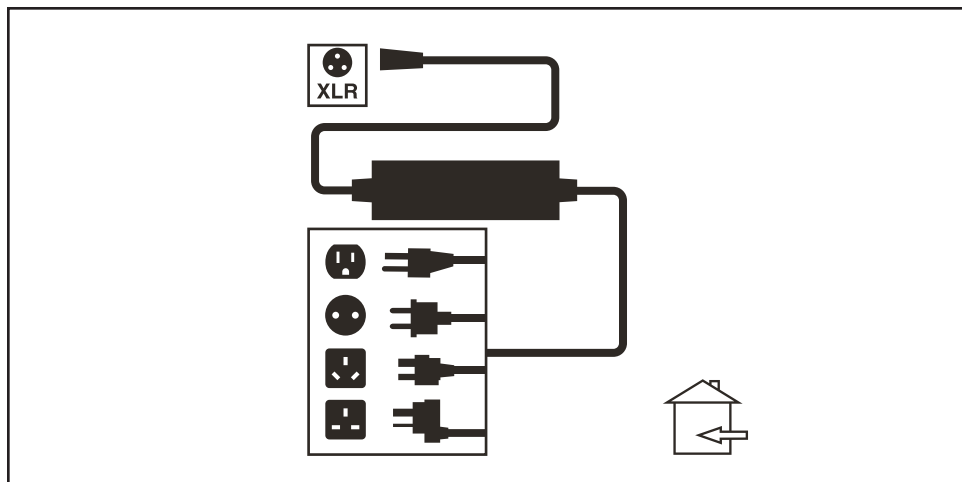

Figura 16. Caricamento della batteria
3. Collegare il caricatore esterno con la presa per caricabatterie esterno/programmazione sulla centralina. **Vedere la figura 16.**